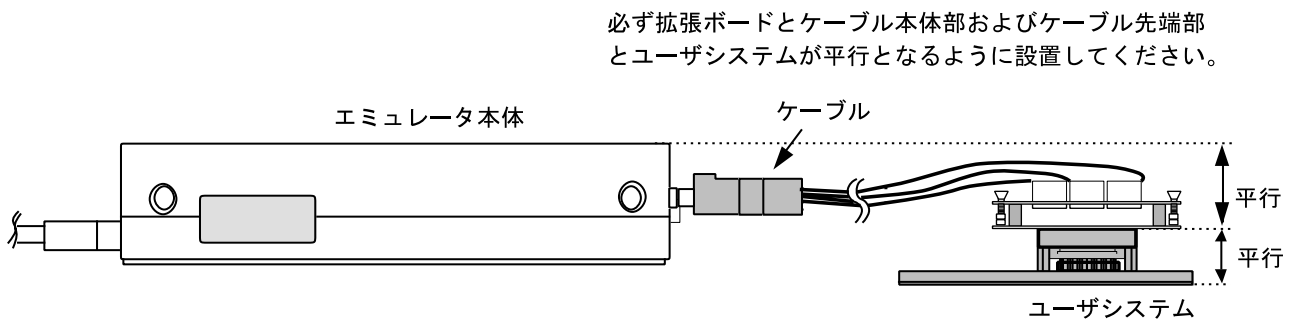

図11 設置例
- (1) ユーザシステムへの接続時には1ピン位置に十分注意して、誤接続は絶対にしないでください。
- (2) 本ユーザシステムインタフェースケーブルを使用する場合の推奨マウントパッド寸法は、MCU実装用マウントパッド寸法とは異なりますので注意してください。
- (3) 本ユーザシステムインタフェースケーブルは、HS2338EPI61H, HS2339EPI61H エミュレータ専用ですので、他のエミュレータ本体には使用しないでください。
- (4) ケーブル本体部が断線する可能性がありますので、本ユーザシステムインタフェースケーブルの上に重いものや金属等の角の尖ったものを置かないでください。
- (5) ユーザシステムに接続した状態では、ユーザシステムインタフェースケーブル、特にケーブル先端部に無理な力が加わらないように注意する必要があります。図11の設置例を参照してご使用ください。